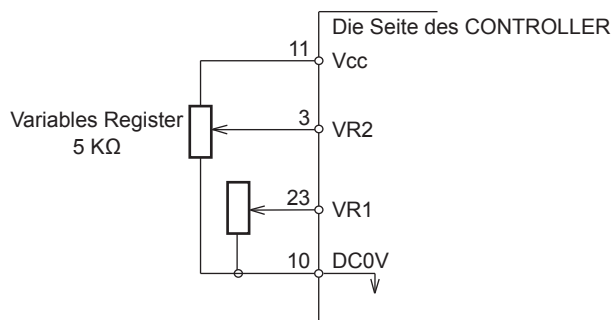
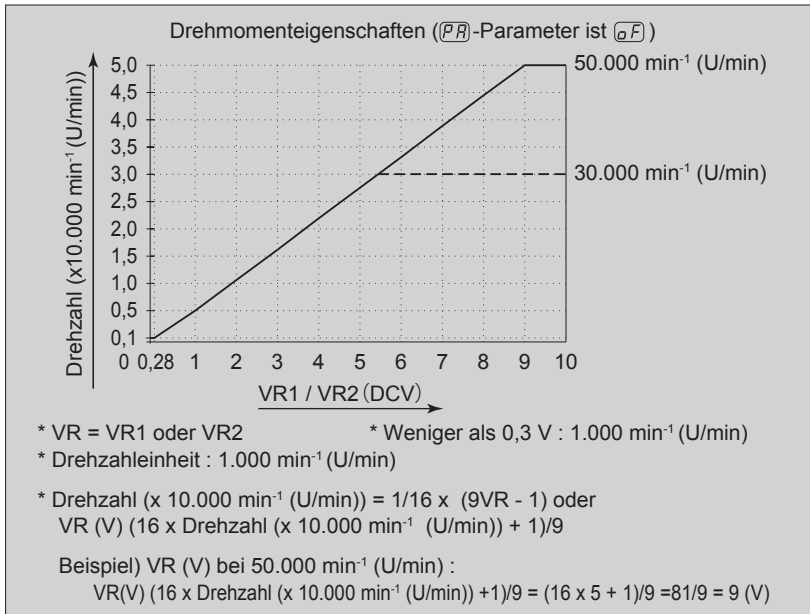

Abb. 25
Abb. 27
④ Motordrehzahl-Steuersignal
Die Drehzahl kann durch Anlegen von Analogspannung an VR1 und VR2 gewählt werden. Siehe Abb. 25, 26 für die Anschlüsse. Siehe Abb. 27, 28 für die Beziehung zwischen Motordrehzahl und "Motordrehzahl-Steuerspannung (VR)".